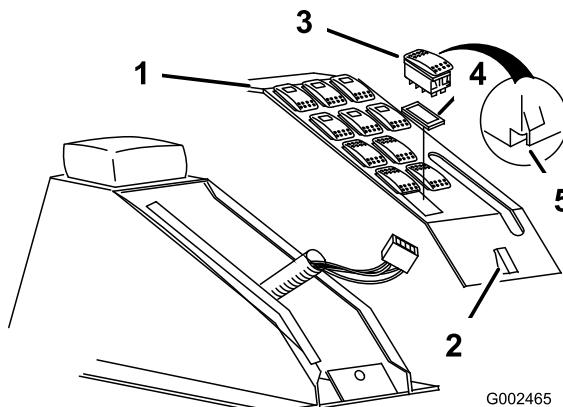

Figura 17
1. Remova o painel de controlo da pulverização para expor o lado inferior (Figura 17).
2. Remova o tampão na ranhura da rampa sonic a partir do painel de controlo de pulverização no veículo e instale o interruptor de oscilação fornecido no sítio (Figura 17).
Nota: Certifique-se de que a orientação do interruptor corresponde à que é mostrada em Figura 17, com o entalhe a apontar para a frente do veículo.